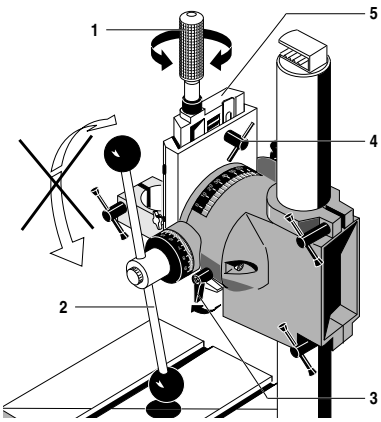

Fig. 4
Подача салазок **5** (рис. 4) при сверлении может осуществляться при помощи рычага **2**. Для фрезерования салазки регулируются посредством ходового винта прецизионной подачи **1**. Одно деление шкалы показывает перестановку салазок на 0,1 мм, поворот ходового винта на один оборот обеспечивает перестановку на 2 мм.
1. Переключатель режимов работ «Сверление – Фрезерование» **3** (рис. 4) установить в положение «Фрезерование» („Fr sen,“). Для этого по мере необходимости слегка подвигать рычагом **2**, чтобы ходовой винт **1** зафиксировался.
При включенной прецизионной подаче (переключатель режима работы находится в положении «Фрезерование» („Fr sen,“) никогда не пытайтесь с силой воздействовать на рычаг **2 (рис. 4) (шестерня разрушается)!**
1. Стопорный винт упора, ограничивающего глубину обработки **4** (рис. 4) ослабить лишь слегка, чтобы упор, ограничивающий глубину обработки был расфиксирован не полностью. При необходимости упор, ограничивающий глубину обработки, потянуть вверх.
Прецизионную подачу **3 (рис. 4) установить на «Сверление» („Bohren,“)!**
2. Салазки **5** (рис. 4) перевести в требуемое нижнее положение при помощи рычага **2** и снова затянуть фиксирующий винт упора, ограничивающего глубину обработки **4**.